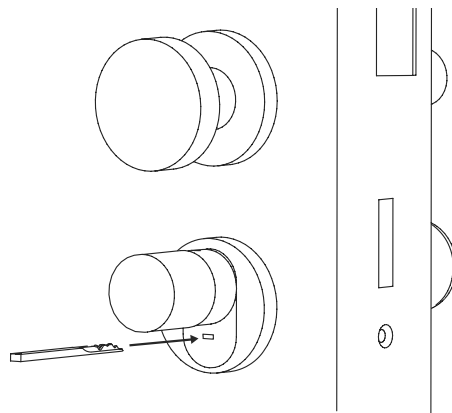

Abb. 11
① Zum Öffnen des Schloßes, klappen Sie den Notschlüssel am Gelenk auf und führen Sie ihn anschließend durch den angedeuteten Schlitz auf der Notschloßabdeckung ein (Abb. 11).
② Drehen Sie den Schlüssel um 90 Grad im Uhrzeigersinn. Drehen Sie dabei eventuell den Außenknauf ein wenig nach links und rechts, um den Mechanismus freizugeben. Das Schloß ist nach spätestens zwei vollen Umdrehungen des Zylinderknaufs geöffnet.
③ Nachdem die Tür geöffnet ist, drehen Sie den Notschlüssel wieder in seine Ausgangsposition zurück (90 Grad gegen den Uhrzeigersinn) und ziehen Sie ihn heraus.
④ Damit der Schließzylinder wieder in seine reguläre Schließposition zurückkehrt, drehen Sie den Außenknauf zwei vollständige Umdrehungen in beide Richtungen. Somit rastet der Mechanismus ein und das Notschloß ist vollständig geschlossen.